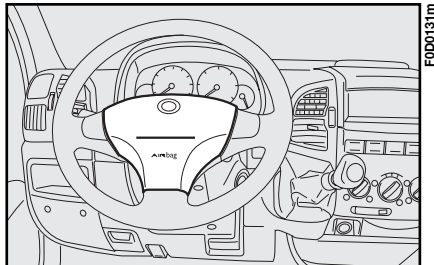

Abb. 137
- in der Mitte des Lenkrads für den Fahrer **Abb. 137**;